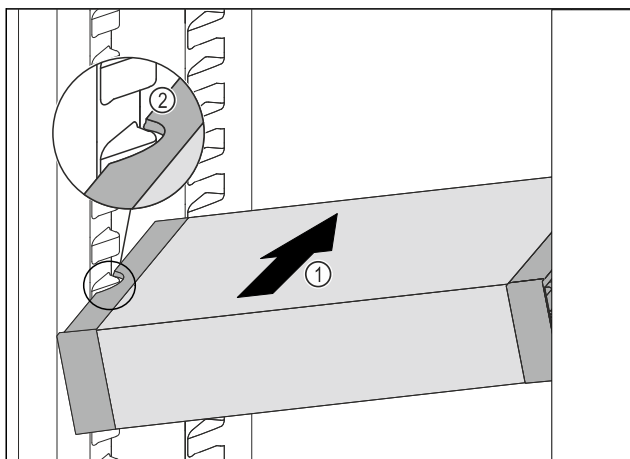

Fig. 59
- ▶ Insérer le VarioSafe en biais dans la partie réfrigérateur Fig. 59 (1) jusqu'à ce que les encoches latérales Fig. 59 (2) du VarioSafe se trouvent à la hauteur de la nervure du bac dans la partie réfrigérateur.